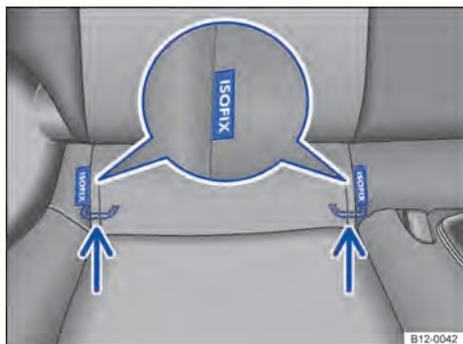

Fig. 35 En el asiento del vehículo: identificación de los puntos de anclaje inferiores de asientos para niños.
Los 2 ojales de retención para cada asiento para niños con el sistema ISOFIX pueden alcanzarse a través de las hendiduras del revestimiento de la banqueta trasera → fig. 35.
- Encajar el asiento para niños en los ojales de retención → fig. 35 en el sentido de la flecha. El asiento para niños debe engancharse de forma segura y audible (clic).
- Colocar el asiento para niños sobre la superficie del asiento y enganchar los cinturones de seguridad en los ojales de retención → fig. 35, si los cinturones de fijación se proveen junto con el asiento para niños.